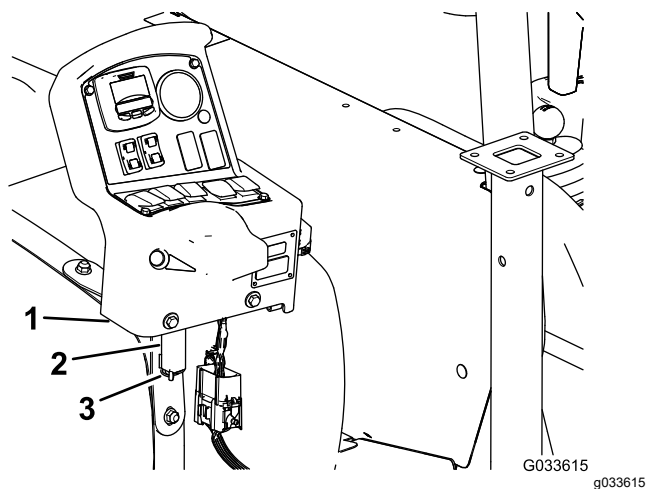

Figura 98
7. Demontați consola de pe suportul de montare a consolei de la bordul mașinii și aliniați fusul de basculare de la consola de comandă cu suportul de depozitare de la chinga frontală a rezervorului (Figura 98); consultați Montarea consolei de comandă la mașină \(Pagină 19\).
8. Asamblați consola pe suport și fixați fusul de basculare pe suport cu știftul în formă de agrafă (Figura 98).